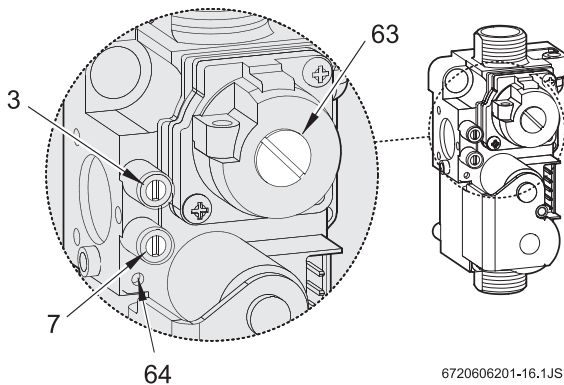

Fig. 3 Cuerpo de gas
- ▶ Desmontar la cubierta del tornillo de ajuste del gas (63) (Fig. 3).
- ▶ Tratándose de gas natural: ajustar el consumo MAX con el tornillo de ajuste (63) (Tabla 3).